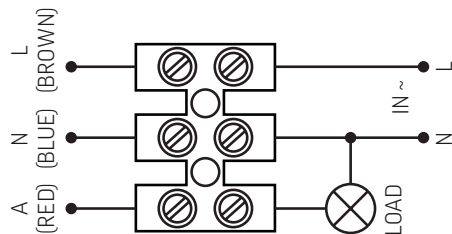
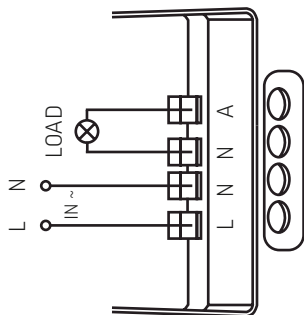

Рисунок 1
Рисунок 2
- Подключите датчик согласно схеме соединения провода питания и нагрузки (рис. 1 или рис. 2);